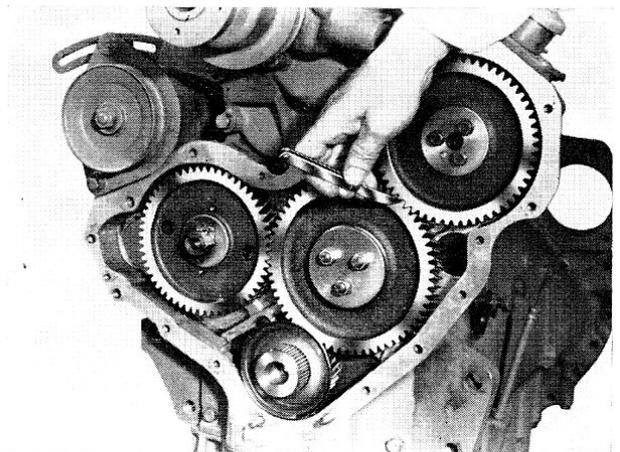

Fig. 19
- 1° Mesurer à l'aide d'une jauge d'épaisseur le jeu entre dents des pignons de distribution (fig. 19).